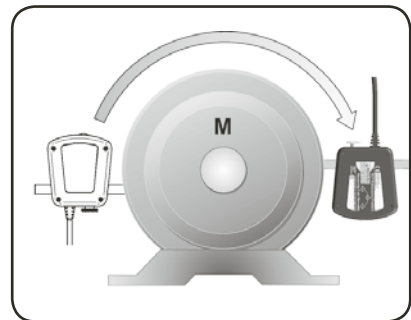

Abb. 18. Einstellung auf 3-Uhr-Position
- c) Folgen Sie dem nächsten blinkenden Kreissymbol auf dem Display und drehen Sie die Wellen mit den Messeinheiten auf die 3-Uhr-Position (Abb. 18).